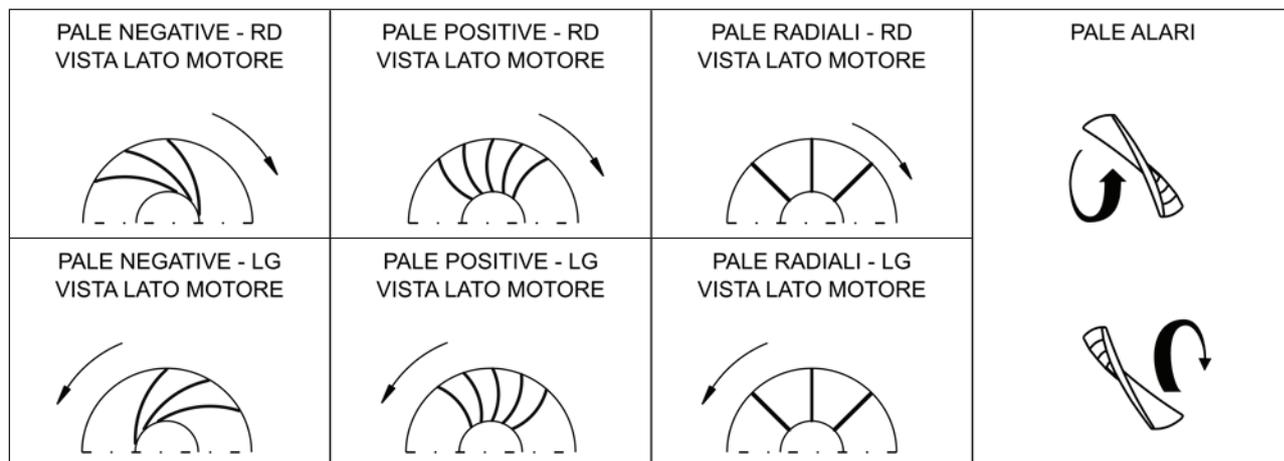

FIG. 3 (Descrizione della macchina)
- **Ventilatore radiale (centrifugo):** ventilatore dove il fluido incontra la girante in direzione assiale con essa e la abbandona in una direzione perpendicolare all'asse. Le pale: **negative** dove si elabora il fluido con la parte posteriore e convessa (EU-EUM-MPR-TR-BT-BPRD-APR.-APR.D); **positive** dove si elabora il fluido con la parte anteriore e concava (BP-TPA-TQ-TF-TG-AP.); **radiali** o diritte dove si elabora il fluido indistintamente con la parte posteriore o anteriore, se non sono previsti rinforzi pala da una o l'altra parte (TTRC-TH) (v. FIG. 3).